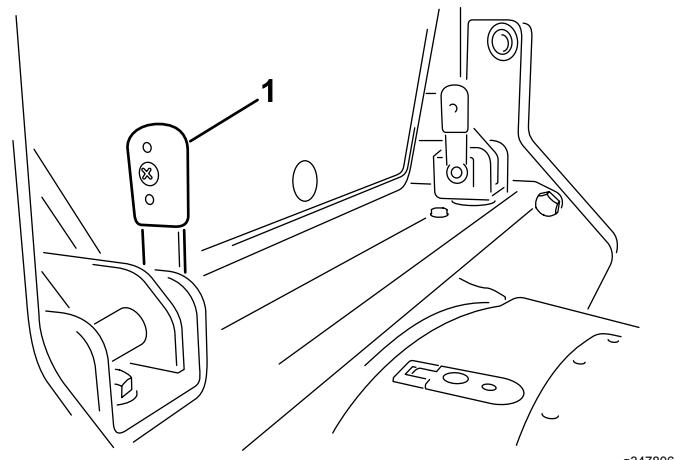

Figure 24
3. Alignez les trous dans la bride du cadre de la cabine et les trous dans le support de traverse (Figure 24).
4. Insérez les 2 goupilles de verrouillage (Figure 24) dans les trous des brides du cadre de la cabine et des supports de traverse.